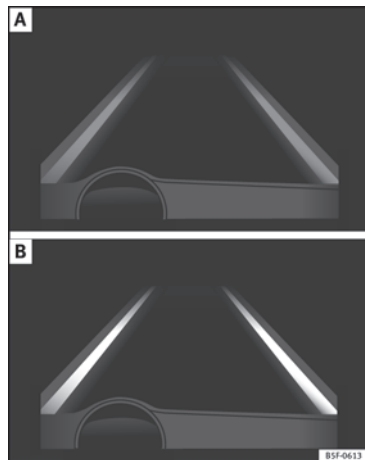

Fig. 197 Sul display del quadro strumenti: indicazione sul display del dispositivo di assistenza per il mantenimento della corsia (esempio 1).
- Il dispositivo è attivato ma non è disponibile, perché non è stato raggiunto il limite minimo di velocità o perché non viene rilevata la segnaletica della corsia »» **fig. 197 A**.
questo momento non sta correggendo la traiettoria »» **fig. 197 B**.